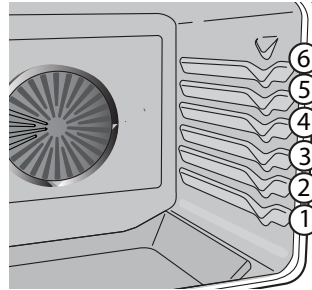

Figure 14 : Positions des grilles
- Pour obtenir de meilleurs résultats lorsque vous utilisez deux grilles pour la cuisson de gâteaux, placez ces dernières aux positions 6 (grille surbaissée) et 1 (grille à glissière) Figure 14.